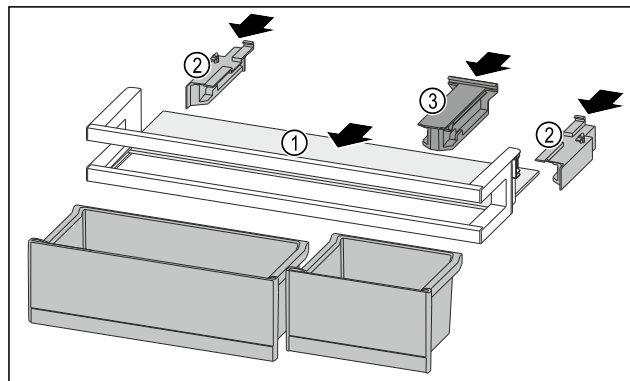

Fig. 278
- Skyv oppstillingsplassen Fig. 278 (1) inn i fordypningene på sidene.
- Sett inn sidedelene Fig. 278 (2).
- Sett inn holdedelen Fig. 278 (3).